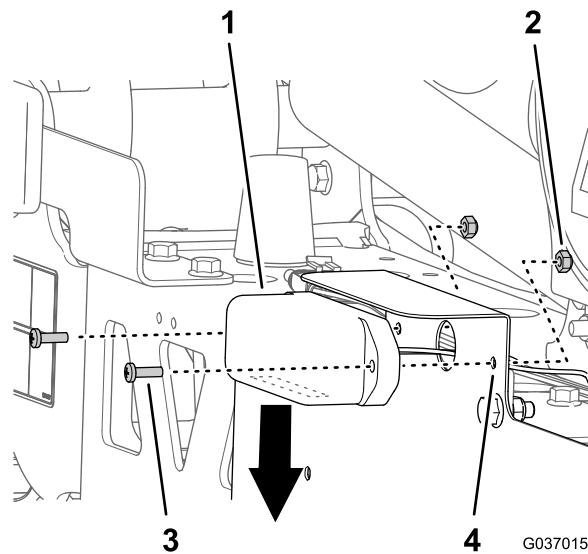

Figure 55
2. Alignez le verre de l'éclairage et les trous dans l'éclairage sur les trous dans le support de la plaque d'immatriculation (**Figure 55**).
3. Fixez l'éclairage au support (**Figure 55**) à l'aide des 2 vis (nº 10 x 5/8") et des 2 contre-écrous (nº 10).